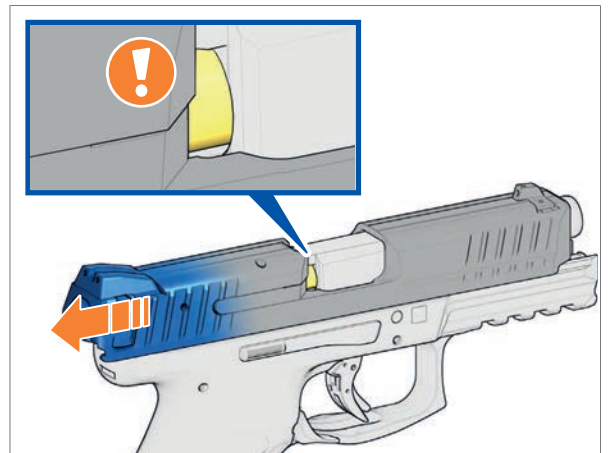

Abb. 53: Verschluss nach hinten ziehen
1. Verschluss nach hinten ziehen, bis erkennbar ist, ob sich eine Patrone im Patronenlager befindet (Abb. 53).